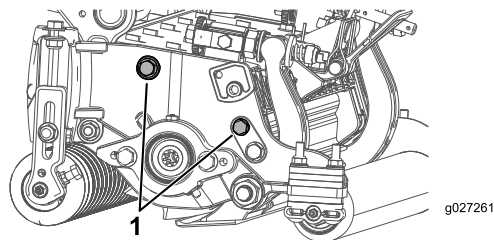

图12
**注意：** 后滚筒相对滚刀的位置通过组装部件的加工公差进行控制，无需调节平行。将滚刀组放在平板上并松开侧板安装平头螺丝，可以进行轻微的调节（图12）。